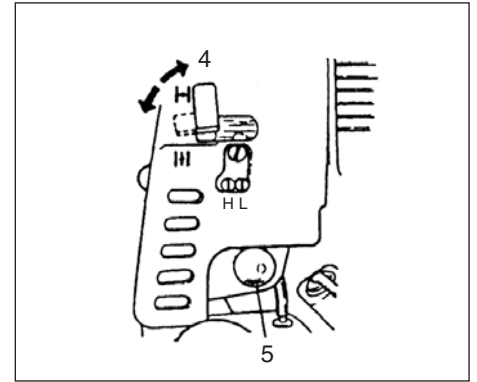

Fig.2-3
- * Druk verschillende keren op de injectiepomp, (5) zodat de brandstof door de terugloopleiding vloeit (indien aanwezig) (Fig. 2-3).
3. Zet de choke hendel in de positie GESLOTEN (4). (Fig. 2-3)